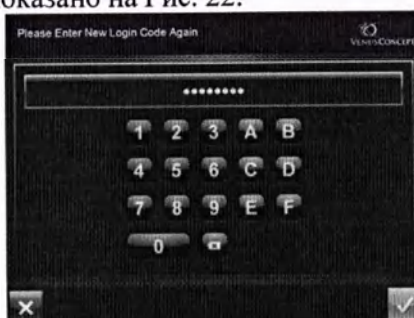

Рис. 22. Повторное введение нового входного кода
6. Нажмите кнопку подтверждения **Confirm** ; система попросит вас повторно ввести новый входной код, как показано на Рис. 22.